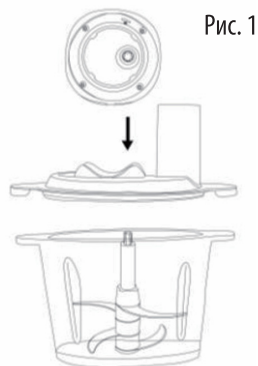

Рис. 1
4. Закройте крышку и выровняйте её положение. Совместите положение ротора двигателя из нержавеющей стали с положением вала ножа и поместите его на крышку, убедившись, что он полностью установлен и надёжно закреплён (Рис.1).